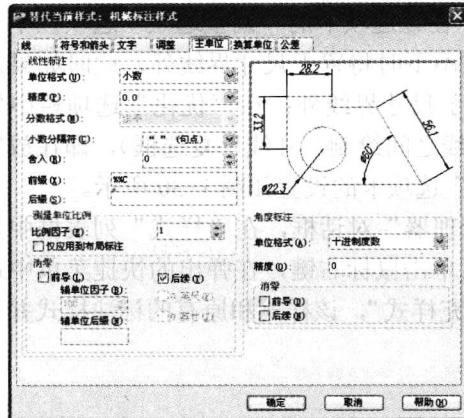

图 1-32 在“主单位”选项卡中添加前缀
1. 在“标注样式管理器”对话框中将“机械标注样式”设置为当前样式。单击“替代”按钮，弹出“替代当前样式”对话框，然后打开“主单位”选项卡，在“前缀”文本框中用英文输入法输入“%%C”，如图 1-32 所示。